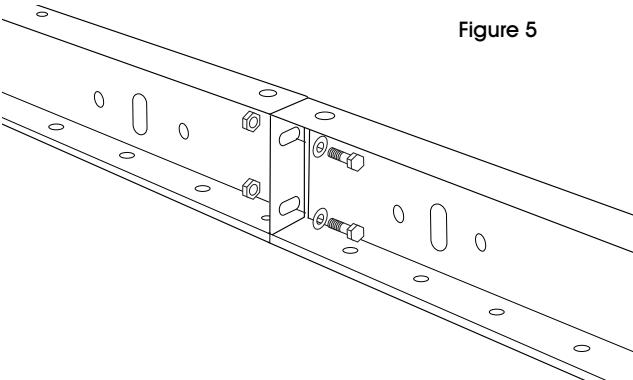

Figure 5
- Fixez les boulons en les faisant passer à travers les extrémités des deux cadres de convoyeur et en utilisant les mêmes trous que ceux dans lesquels les boulons se trouvaient à l'origine.** (Voir Figure 5)